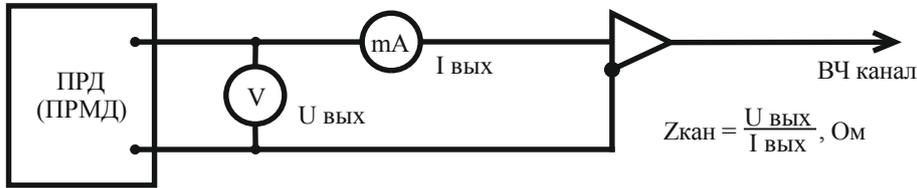

Рис.5. Схема измерения входного сопротивления ВЧ канала
3.1. Произвести измерение входного сопротивления высокочастотного канала по схеме на рис.5.
- 3.5. Произвести измерение входного сопротивления ВЧ канала по схеме рис.5, считая согласующий трансформатор элементом высокочастотного канала.
- 4.1. Произвести измерение входного сопротивления высокочастотного канала отдельно по каждому плечу по схеме рис.5.